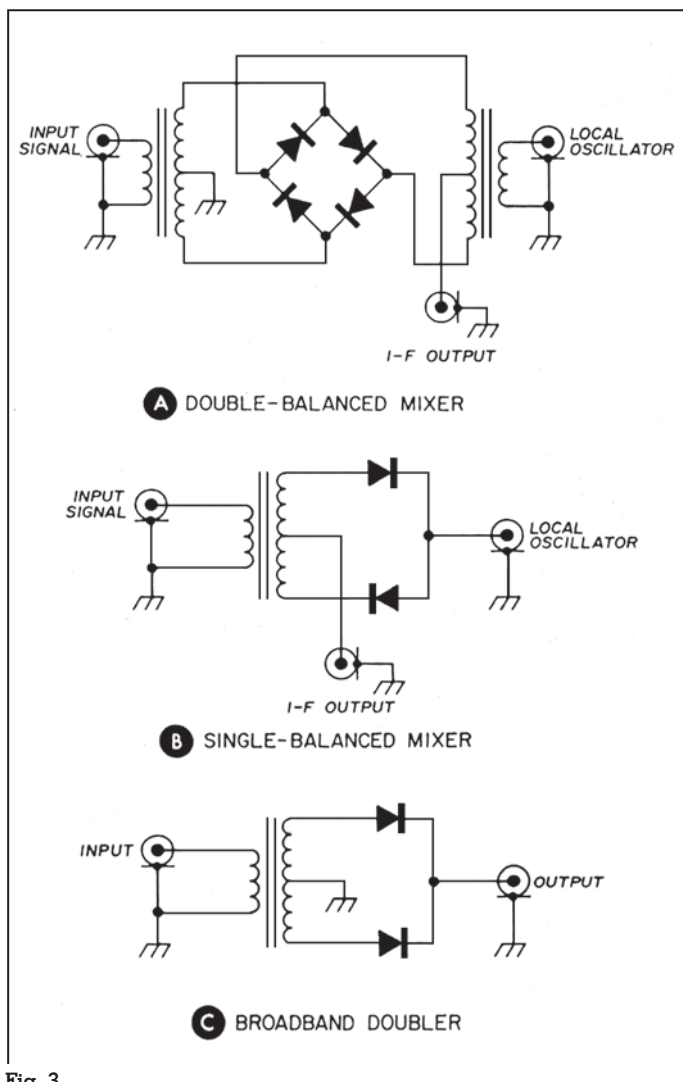

Fig. 3
In fig. 3 sono riportati tre circuiti rappresentativi di possibili soluzioni come mixer a doppio bilanciamento (A), a bilanciamento singolo (B), o duplicatori a banda larga (C).